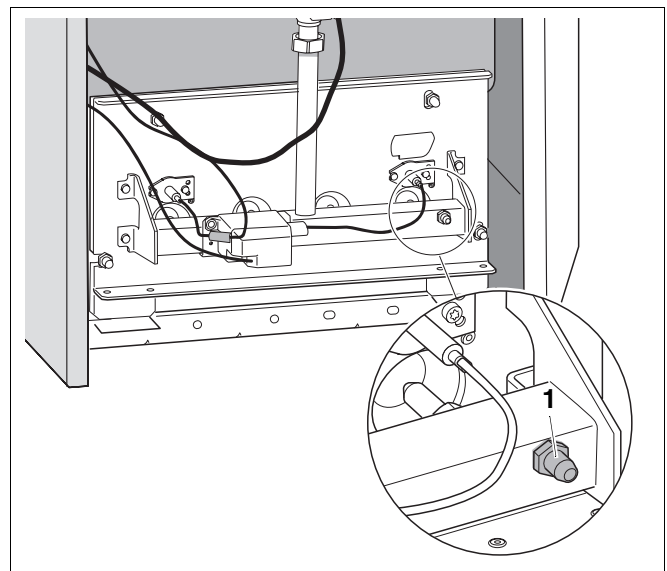

Abb. 46 Gasbrenner
- Verschlusschraube des Messnippels am Gasverteilerrohr zwei Umdrehungen lösen (Abb. 46, Pos. 1).